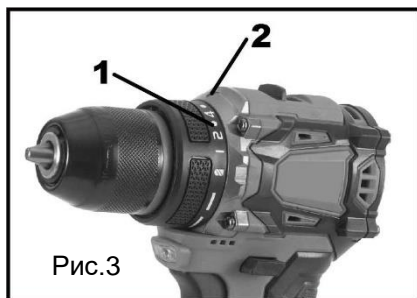

Рис.3
Шуруповёрт оснащен специальным вращающимся кольцом для установки ограничения крутящего момента. Для установки ограничения крутящего момента на вращающемся кольце нанесены цифры (1) (Рис. 3). Поверните кольцо до совмещения необходимой цифры со стрелкой (2) Для правильной установки используйте таблицу ниже.